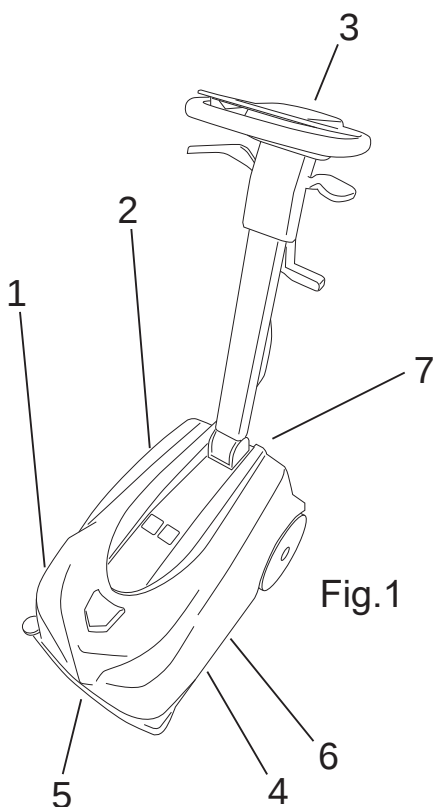

Fig.1
- De schoonwatertank met water/reinigingsmiddel (Fig.1-Ref.1) dient voor het bevatten en vervoeren van het mengsel van schoon water en reinigingsproduct.
- De vuilwatertank (Fig.1-Ref.2) dient voor het opvangen van het vuile water dat tijdens het schrobben van de vloer wordt opgezogen.
- Bedieningspaneel (Fig.1-Ref.3).
- Schrobdek (Fig.1, Ref.4): het belangrijkste onderdeel is de borstel die de reinigungsoplossing over de vloer verdeelt en voor verwijdering van het vuil zorgt;
- Voorste zuigrubber (Fig.1-Ref.5), heeft als taak om de vloer te wissen en vervolgens te drogen wanneer de machine naar de bediener toe wordt getrokken.
- Achterste zuigrubber (Fig.1-Ref.6), heeft als taak om de vloer te wissen en vervolgens te drogen wanneer de machine vooruit beweegt.
- Accu (Fig.1-Ref.7).